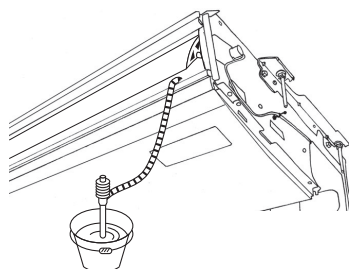

Fig. 5-3
1. Zamocować złącze kielichowe ⑤ dostarczone z urządzeniem na króćcu spustowym w urządzeniu za pomocą taśmy PCW.
2. Przymocować osłonę złącza ⑥ dostarczoną z urządzeniem do złącza kielichowego ⑤.
3. Przymocować zewnętrzną rurę spustową (VP-20) do złącza kielichowego ⑤ taśmą PCW.
4. Owinąć osłonę rury spustowej ⑦ dostarczoną z urządzeniem. (zakleić łączenia)
- Ⓒ Osłona złącza ⑥
- Ⓓ Złącze kielichowe ⑤
- Ⓔ Osłona rury spustowej ⑦
5. Sprawdzić prawidłowy odpływ. (Fig. 5-3).